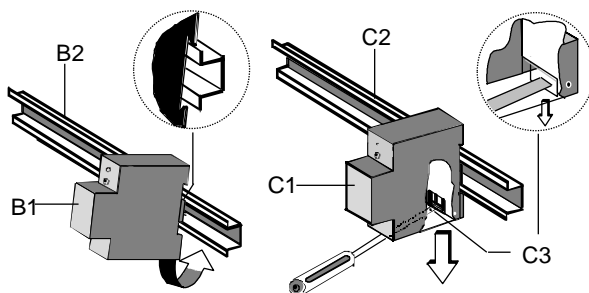

Bild 2: Montage und Demontage
5.2. Montage (Bild 2)
Schnappen Sie das Kommunikationsmodul (Bild 2, B1) direkt links neben dem Elektroenergiezähler auf die Hutschiene auf (Bild 2, B2). Verbinden Sie die Busleitung mit der schwarz-roten Busklemme (Bild 1, A).
5.3. Demontage (Bild 2)
Entfernen Sie die schwarz-rote Busklemme (Bild 1, A) aus der Buchse. Lösen Sie den Schnapper (Bild 2, C3) und heben das Gerät (Bild 2, C1) von der Hutschiene (Bild 2, C2).